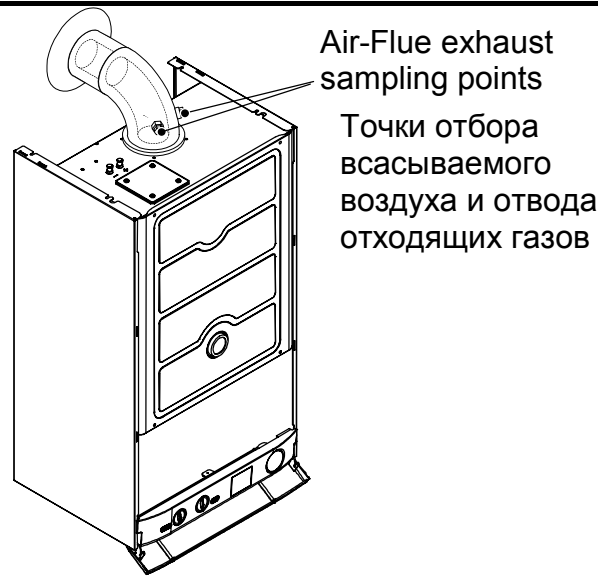

Fig. 6.11
- 1 Remove the plugs indicated in Fig. 6.11.
- 1 Снимите заглушки, показанные на рис. 6.11